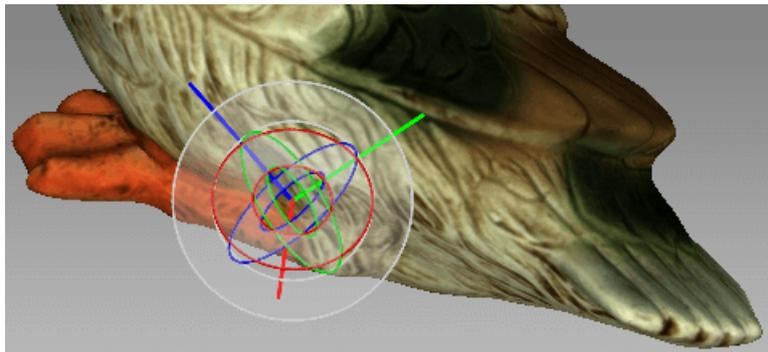

Abbildung 99: Drehungs-Kontrolle
- Einen der drei Kreise ziehen (siehe Abb. 99), um das Objekt zu drehen. Durch Drücken der Taste, die der betreffenden Achse entspricht (x, y oder z) werden die Kontrollen der beiden anderen Achsen ausgeblendet.